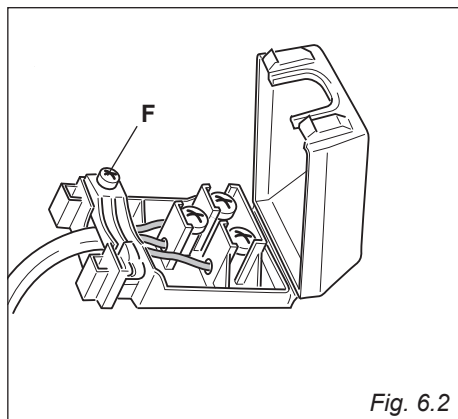

Fig. 6.2
- Åpne avlastningen ved å skru skruen "F" ut (Fig. 6.2). Skruene i klemrekken skruses ut.